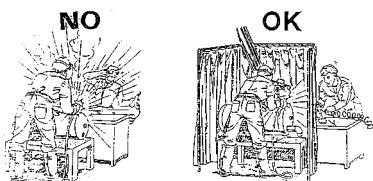

рис.4
- сварки обязаны надеть защищающие от ультрафиолетового излучения очки, а если это необходимо, то и маску сварщика с соответствующим светонепроницаемым защитным стеклом. (Рис.4).